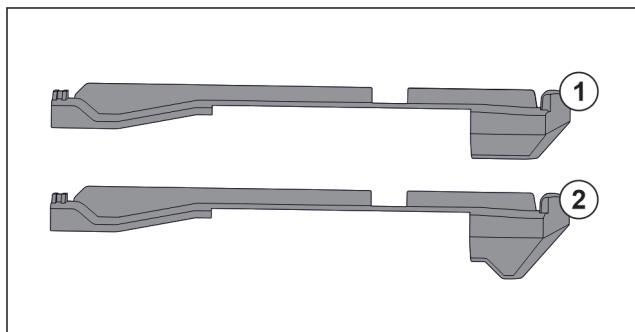

Fig. 123 Сравнение вставных частей
В устройстве находятся две разные вставные части. Вставная часть над самым нижним выдвижным ящиком Fig. 123 (2) имеет треугольную кромку. Все прочие вставные части Fig. 123 (1) имеют прямую кромку.
- Установите вставную часть Fig. 123 (2) с треугольной кромкой над самым нижним выдвижным ящиком.
- Установите вставную часть Fig. 123 (1) с прямой кромкой на все прочие места.